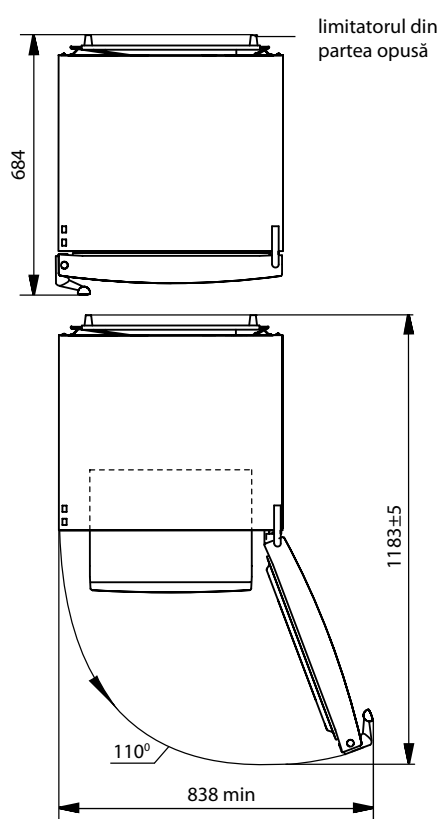

Figura 2 – Congelator (vedere de sus)
**1.6** Spațiul total necesar pentru funcționarea congelatorului este determinat de dimensiunile prezentate în figura 2 în milimetri. Designul congelatorului oferă unghiul maxim de deschidere a ușii – de 110°. Pentru a preveni deteriorarea congelatorului **NU APLICAȚI FORȚĂ EXCESIVĂ** pentru a deschide ușa la un unghi mai mare de 110°.